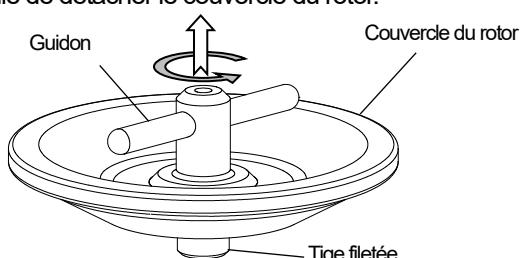

Fig. 3-1 Comment retirer le guidon
4) Enduez légèrement la garniture avec de la graisse de silicone (graisse à vide) pour la rendre complètement étanche à l'air, et essuyez-la pour enlever l'excès de graisse. Lors de l'utilisation des rotors S58A et S50A, enduire légèrement la garniture de guidon (joint torique) avec de la graisse de silicone (graisse à vide) après avoir enlevé le guidon du couvercle du rotor. Tourner la poignée dans le sens inverse des aiguilles d'une montre en tirant vers le haut pour retirer le guidon du couvercle du rotor (voir Fig. 3-1).
- 4) Enduire légèrement la garniture avec de la graisse silicone (graisse à vide) pour la rendre complètement étanche à l'air, et les essuyer pour enlever l'excès de graisse. Enduire légèrement la garniture du guidon (joint torique) de graisse silicone (graisse à vide) après avoir retiré le guidon du couvercle du rotor. Tournez le guidon dans le sens inverse des aiguilles d'une montre en le tirant vers le haut pour retirer le guidon du couvercle du rotor (voir Fig. 3-1). Après avoir fini d'enduire une graisse sous vide sur la garniture du guidon (joint torique), placer le guidon avec la garniture du guidon (joint torique) sur le corps du rotor, puis tourner le guidon dans le sens des aiguilles d'une montre pour assembler le guidon au couvercle du rotor.